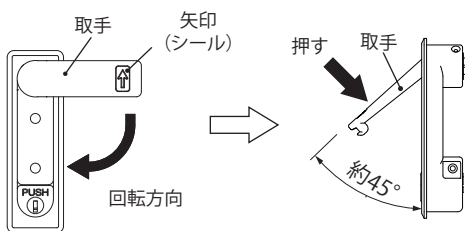

図 4
- 【閉め方】 1. 取手を握り、矢印(シール)と反対方向へ回し、ドアを閉めてください。(図 4)